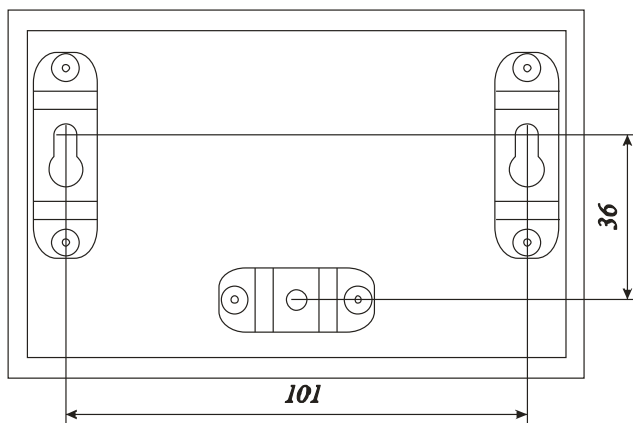

Рис. 2. Крепежные размеры ВЭРС-РНП-01.
- знак обращения на рынке (Рисунок 2П).